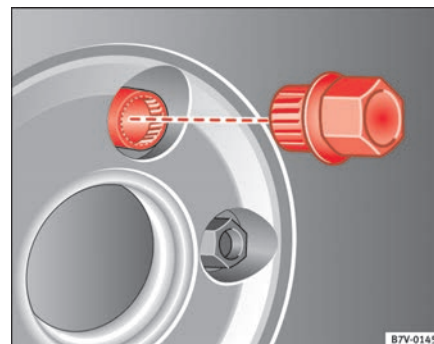

Abb. 158 Radwechsel:
- Schieben Sie den Adapter⁴⁵⁾ bis zum Anschlag in die Anti-Diebstahl-Radschraube ⇒ Abb. 158.